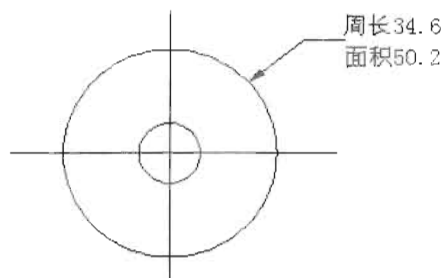

图 10-85
(2) 在命令提示行输入 Qleader 并回车，然后根据命令行提示创建引线标注，标注效果如图 10-85 所示，命令执行过程如下。